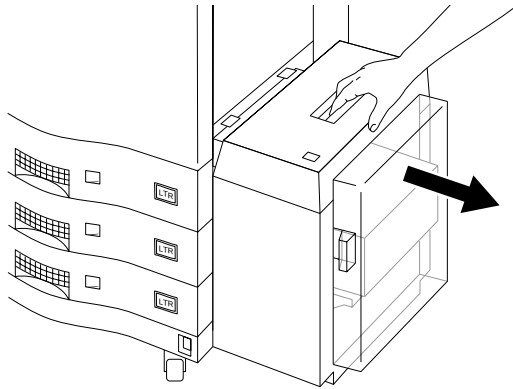

Figura 4-55 Far scorrere l'HCI allontanandolo dalla stampante
1. Sganciare l'HCI dalla stampante e farlo scorrere sugli appositi binari, come mostrato nella Figura 4-55.